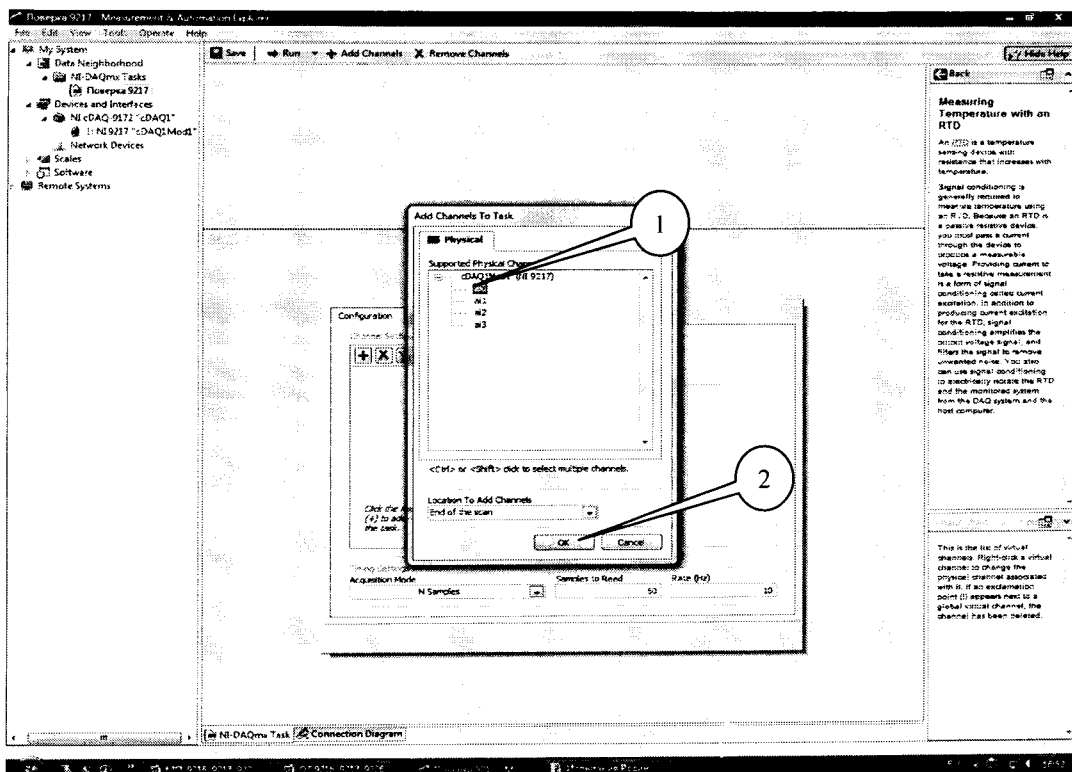

Рисунок 11.
7.4.2 В появившемся окне (рисунок 11) в перечне каналов выбрать канал «ai8» (1) и нажать кнопку «OK» (2).
7.4.3 Во вкладке (рисунок 11) установить табличный вид отображения измеренной информации «Table» (1), а в окне «Configuration» во вкладке «Setting» (2) установить все параметры в соответствии с рисунком 12, при этом для модуля NI 9226 для верхнего предела измерений (3) должно быть установлено значение 4000 (Ом).